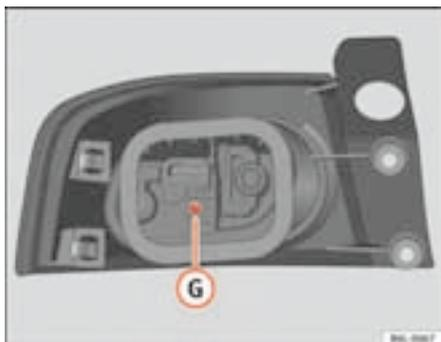

Fig. 161 Luz trasera en la carrocería
- Desenrosque el tornillo **G** ⇒ fig. 161.